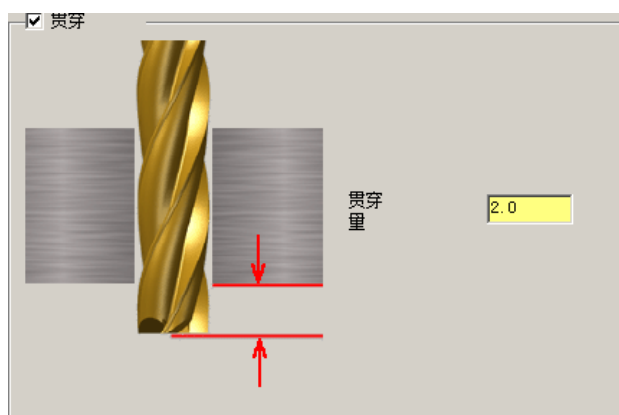

图 4.2.24 “贯穿”参数设置
Step4. 设置贯穿参数。在“2D 刀路 - 外形”对话框的左侧节点列表中单击  **贯穿** 节点，设置图 4.2.24 所示的参数。